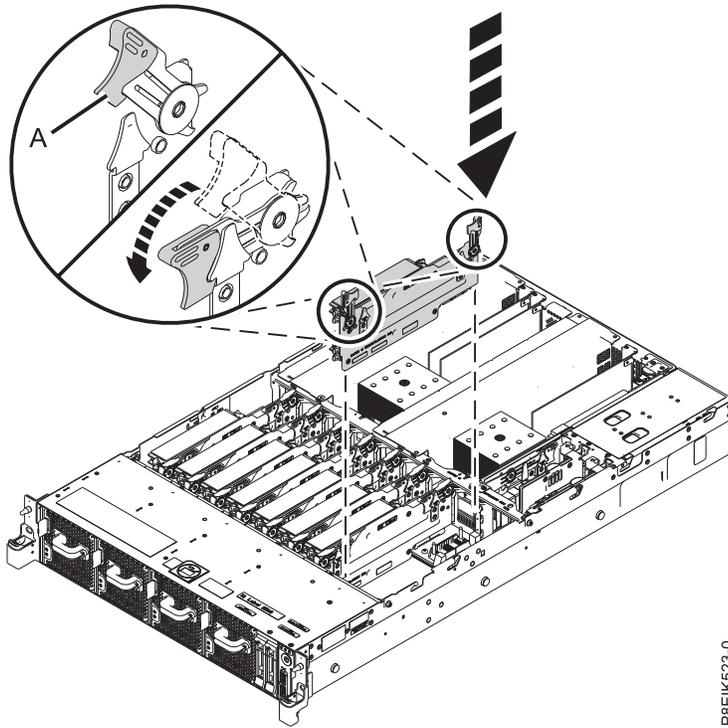

図 94. システム内のメモリー・ライザーの取り替え
- a. リリース・ラッチが約 60 度の角度に開いていることを確認します (82 ページの図 94 を参照)。
- d. リリース・ラッチを押して閉位置にします。82 ページの図 94 の (A) を参照してください。